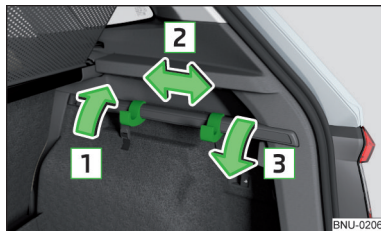

Fig. 140
- Rabatați cârligul în sus, în sensul săgeții **1** și împingeți-l apoi în poziția dorită, în sensul săgeții **2** » fig. 140.